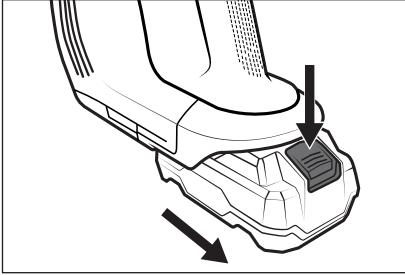

Abb. 13
- ◆ Um den Akku vom Gerät zu entfernen, halten Sie die Akku-Entriegelungstaste gedrückt und ziehen Sie den Akku aus dem Gerät (siehe Abb. 13).